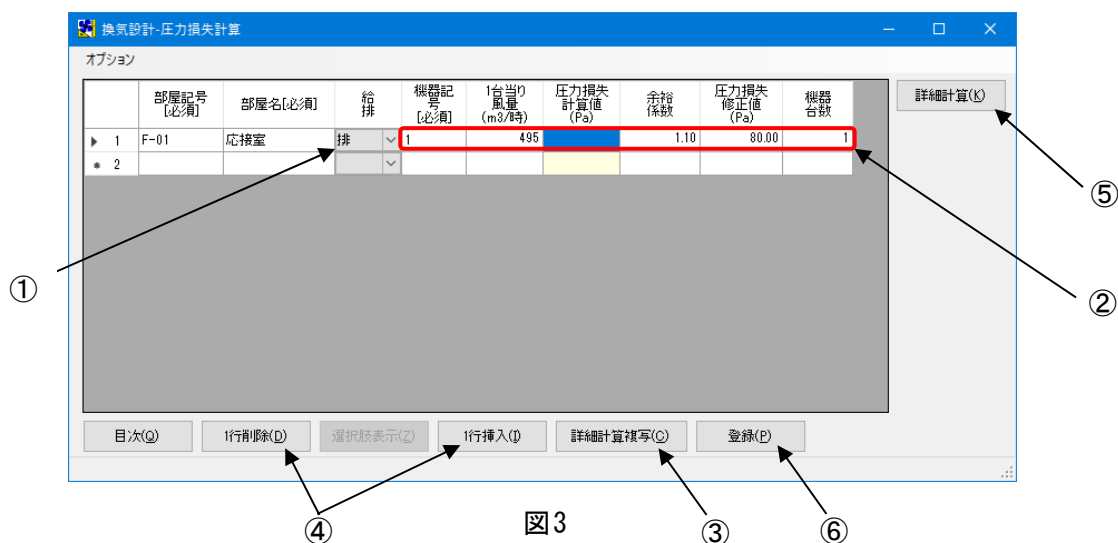

図3
- (3) 給排区分(図3-①) 操作方法是『6. 2. 2 給排区分』を参照してください。
- (4) 機器番号・1台当り風量・機器台数(図3-②) 各々入力してください。
- (5) 詳細計算複写(図3-③) 操作方法是『6. 2. 1 1 行複写』を参照してください。
- (6) 行挿入・行削除(図3-④) 操作方法是『6. 2. 1 2 行挿入・行削除』を参照してください。
- (1) 詳細計算(図3-⑤)をクリックします。
- (1) 入力が終わったら[登録(P)]ボタン(図3-⑥)をクリックします。
- (2) 登録の操作は『7. 1. 3 登録』を参照してください。